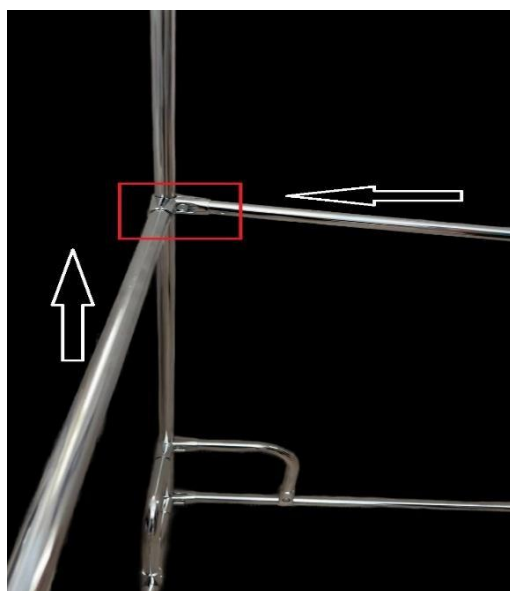

Рис.3
6. Переходим к верхней части установки куба. С помощью Углового соединения и труб фиксируем конструкцию между собой (Рис.3)